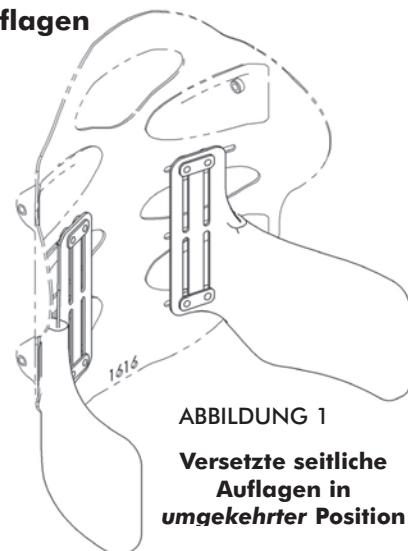

ABBILDUNG 1
1. SEITLICHE AUFLAGEN KÖNNEN IN UMGEGEHRTER POSITION AUF ENTGEGENSETZTEN SEITEN ANGEBRACHT WERDEN, UM UNTERSTÜZUNG IM UNTEREN BEREICH ZU BIETEN. SIEHE AUCH ABBILDUNG 1.